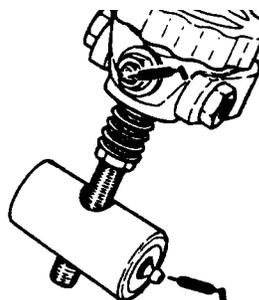
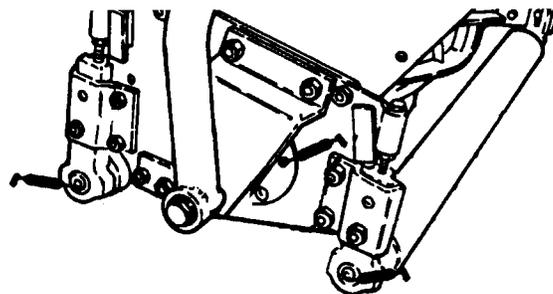

Fig. 30
Fig. 31
I punti di lubrificazione degli apparati di taglio sono: Manopola di regolazione monopunto (2) (Fig. 30), cuscinetto flangiato del cilindro (2) e rulli anteriore e posteriore (Fig. 31)